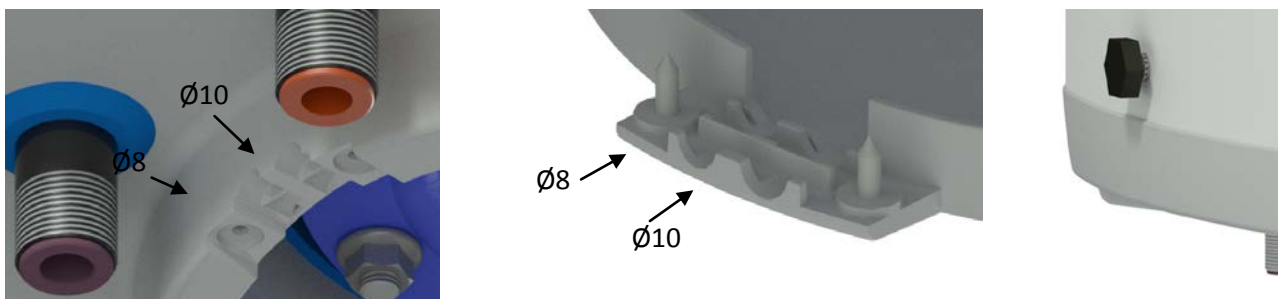
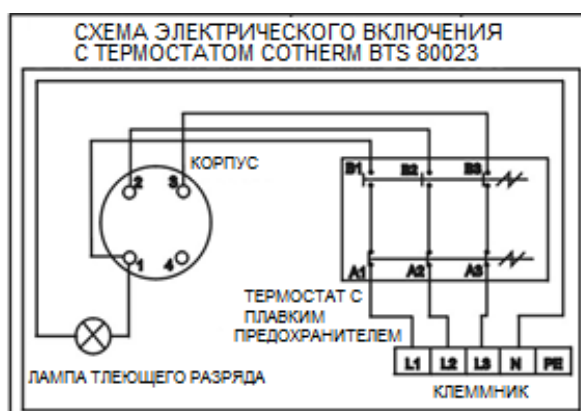

Рисунок 8
Рисунок 9
При значительном содержании в воде солей кальция рекомендуем установить дополнительно какое-либо устройство для удаления накипи или установите термостат на рабочую температуру максимум 60 °C (установка в положение «60») –Рисунок 8. Для надлежащей эксплуатации необходимо использовать питьевую воду соответствующего качества. Для предотвращения возможных осадений рекомендуем устанавливать дополнительный водный фильтр.
Подключение выполните согласно схеме. Подключение, выполненное на заводе, запрещено менять! (Рисунок 8). В крышке электропроводки снимите перегородку, соответствующую диаметру подводящего провода $\phi 8$ или $\phi 10$ (Рисунок 9). Степень защиты электрических компонентов водонагревателя - IP 44. Потребляемая мощность электрического нагревательного элемента 4000 Вт.
- Схема эл. подключения прилагается к водонагревателю на крышке электропроводки (Рисунок 9).